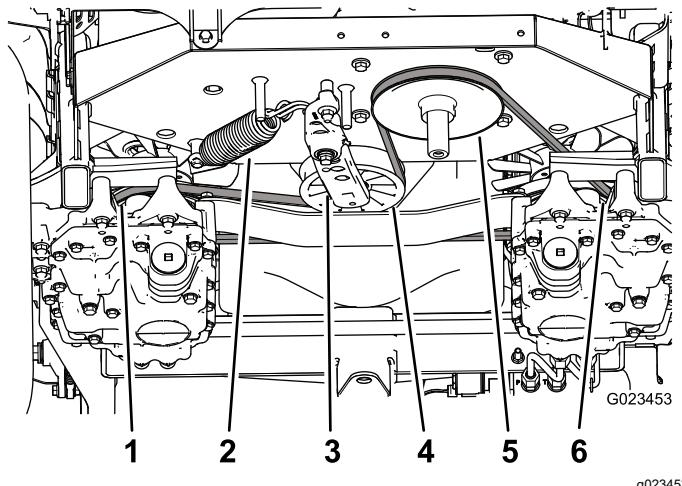

Figure 55
- Insérez un rochet dans le trou carré du bras tendeur pour compenser l'action du ressort de tension (Figure 55), et déchaussez la courroie de la poulie de tension.
- Décrochez le ressort de tension du bras de tension et du cadre (Figure 55).
9. Accrochez le ressort sur le bras de tension et le cadre (Figure 55).